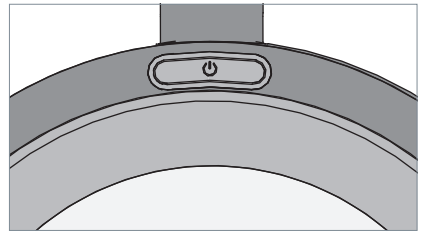

Fig. 6: Taste.
- ▶ Drücken Sie die Taste, siehe Fig. 6.
- ▶ Drücken Sie die Taste und halten Sie diese Taste gedrückt, siehe Fig. 6. Nach ungefähr einer Sekunde verändert die Leuchte ihre Helligkeit.